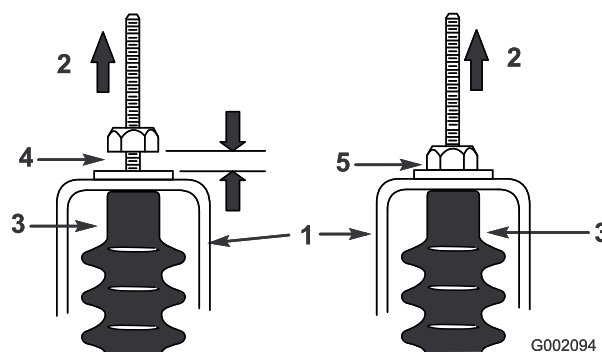

Figura 50
5. Puxe cada cabo de mudanças para se certificar de que existe folga de 0,76–1,52 mm entre a porca/anilha e o suporte neutro (Figura 50).